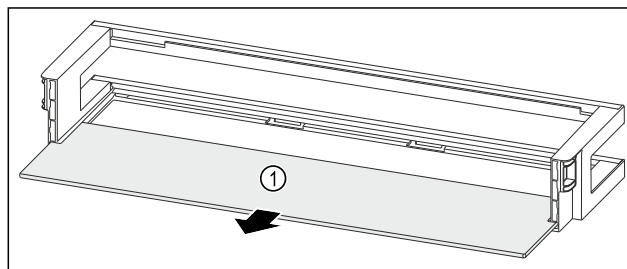

Fig. 95 Odkladací priestor vo dverách s odkladacou plochou
- Odoberte odkladaciu plochu Fig. 95 (1).